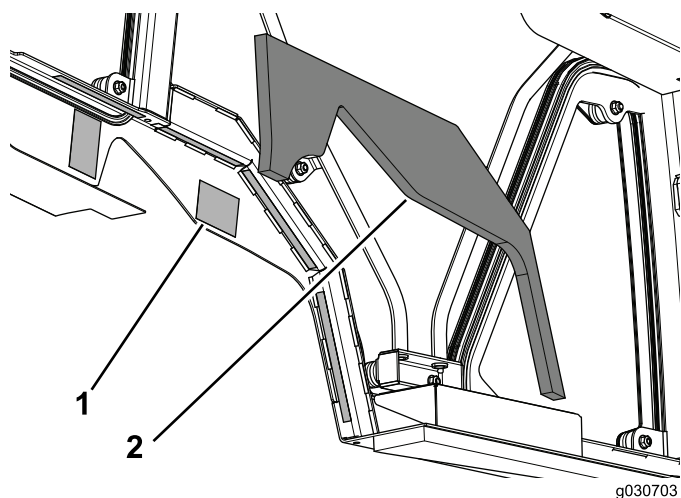

図 13
3. キャブユニットの左右両側の両面テープについている裏紙をはがす 図 13。
4. キャブユニットに左側シールを取り付ける 図 13。